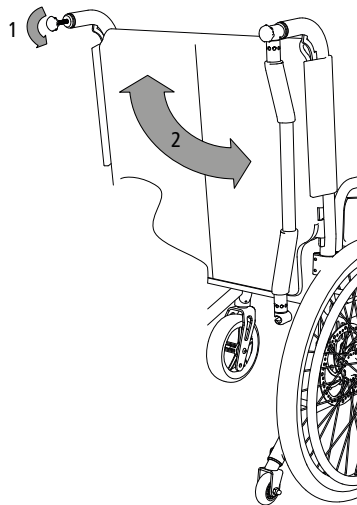

Abb. 27
1. Vrid på skruven med den stjärnformade handfattningen (1, bild 27) tills plastdelen går fri från urtaget i körbågen.
2. I detta läge kan körbågen fällas undan nedåt (2, bild 27). Körbågen är nu upplåst och rullstolen kan fällas ihop. Fäll upp och sätt tillbaka körbågen på skruven och dra åt skruven med stjärnfattningen när bågen ska låsas i läge.